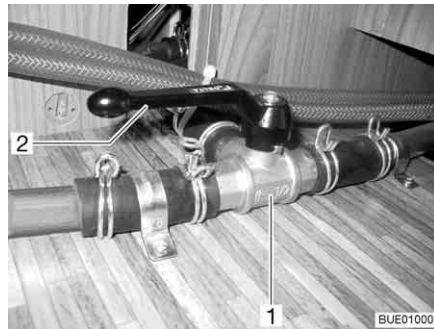

Bild 187 3-vägsventil
- Ställ spaken (Bild 187,2) till 3-vägsventilen (Bild 187,1) parallellt med den raka genomflödesriktningen (Bild 187).
- Ställ spaken (Bild 187,2) till 3-vägsventilen (Bild 187,1) tvärs mot den raka genomflödesriktningen.